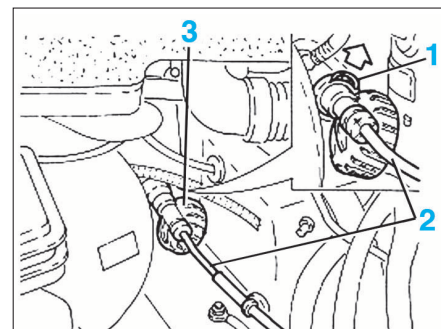

FIG. 2
- Soulever l'agrafe (1) de la canalisation (2) du cylindre émetteur et la débrancher (Fig.2).